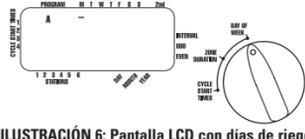

ILUSTRACIÓN 6: Pantalla LCD con días de riego
- Coloque el selector giratorio en **DAY OF WEEK (DÍA DE LA SEMANA)** en el programa A. La pantalla mostrará una "A" y el cursor parpadeará debajo de los días de la semana lunes, martes, miércoles, etc. [Vea la ilustración 6].